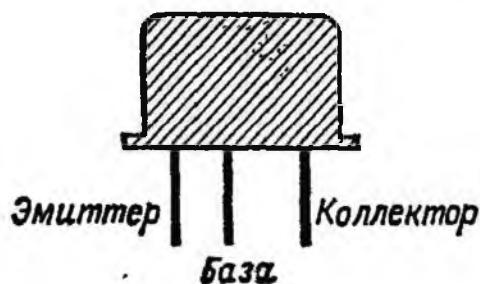

Рис. 30 Типичное расположение трех выводов транзистора.
**Л.** — Опознаются они очень просто. Обычно три проволочных вывода расположены в линию (рис. 30), причем средний из них соединен с базой, один из крайних выводов, ближайший к среднему, — с эмиттером, а другой вывод — с коллектором (этот вывод иногда отмечается цветной точкой).